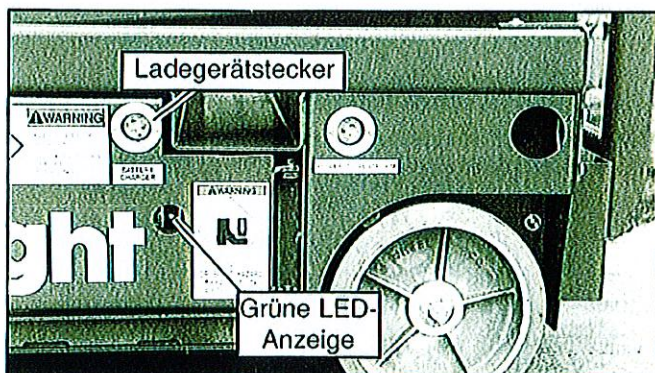

Abbildung 7: Fahrwerksmodul, linke Seite
3. Verbinden Sie ein Verlängerungskabel (1,5 mm² (12 gauge) Mindest-Kabelquerschnitt und maximal 15 m [50 Fuß] Länge) mit dem Stecker des Ladegeräts, der durch den Ausschnitt an der linken Seite des Fahrwerks (Abbildung 7) erreichbar ist. Schließen Sie das Verlängerungskabel dann an eine ordnungsgemäß geerdete Steckdose mit der richtigen Voltzahl und Frequenz an.